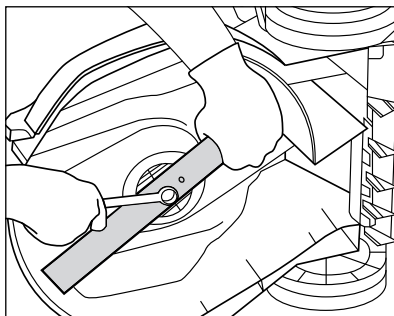

Рис. 9
3. Удерживая нож, с помощью гаечного ключа отсоедините болт крепления ножа и снимите шайбу (рис. 9).